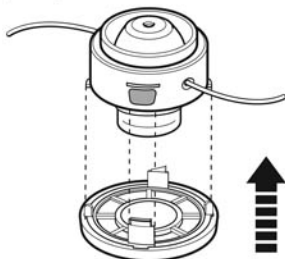

Fig. 35
- > Aliniați canelurile din capac cu canelurile de pe capacul capului de tăiere. Apoi apăsați capacul. (Fig. 35).